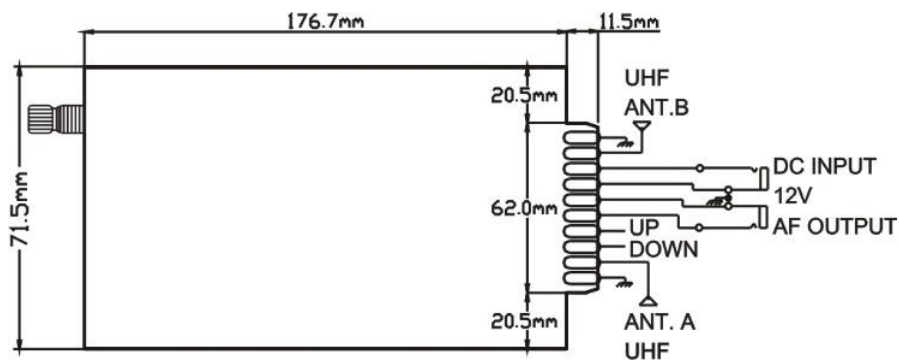

Bild 6
V. Einbau, Abmessungen und Schaltbild, Bild 6